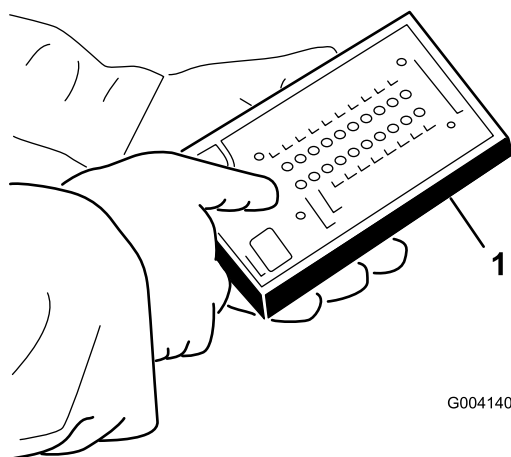

図 37
5. ハーネスのコネクタ（図 37）に ACE テスターを接続する。